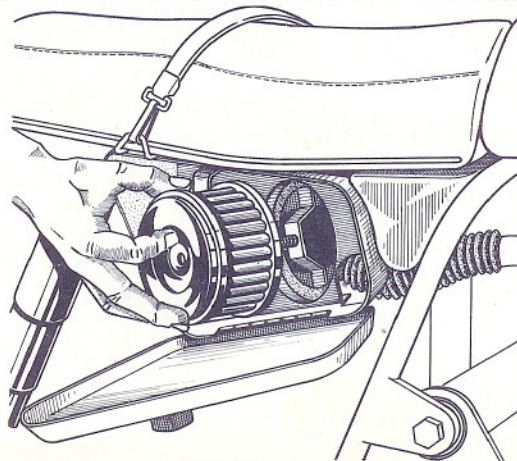

FIG. 16
1. Der Luftfilter befindet sich in der rechten Werkzeugtasche und kann nach Lösen der Zentralbefestigungsmutter samt Deckel herausgenommen werden (Fig.16)
1. Le filtre à air est logé dans la sacoche à outils côté droit et fixé par un écrou central (fig.16)